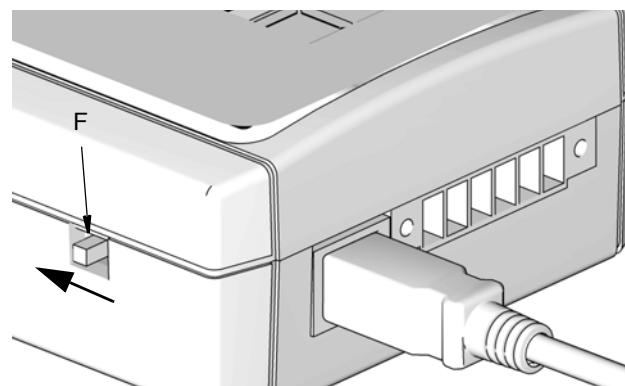

Рис. 6
- Переключатель (F) должен находиться в правильном положении для соединения USB. Настройки переключателя см. на Рис. 6.